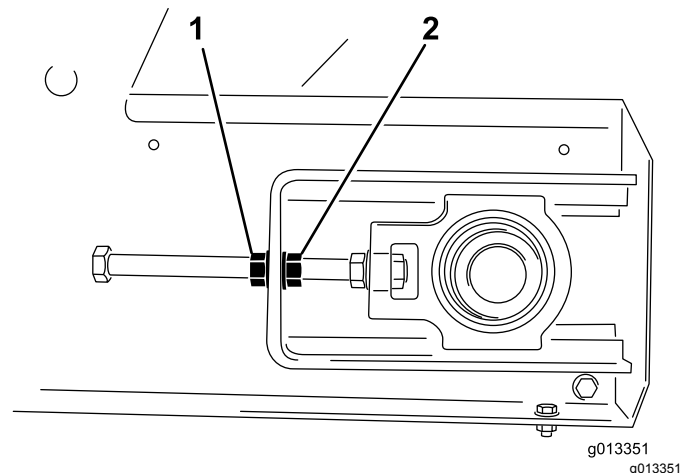

Figura 55
4. Usando 2 llaves, sujete el extremo de la varilla tensora y luego afloje la contratuerca, es decir, la tuerca más próxima al extremo de la varilla (Figura 55).
3. En el lado hacia el cual se desvía la cinta, sujete el extremo de la varilla tensora, luego afloje la contratuerca y apriete la tuerca de ajuste 2 caras de la tuerca (Figura 55).